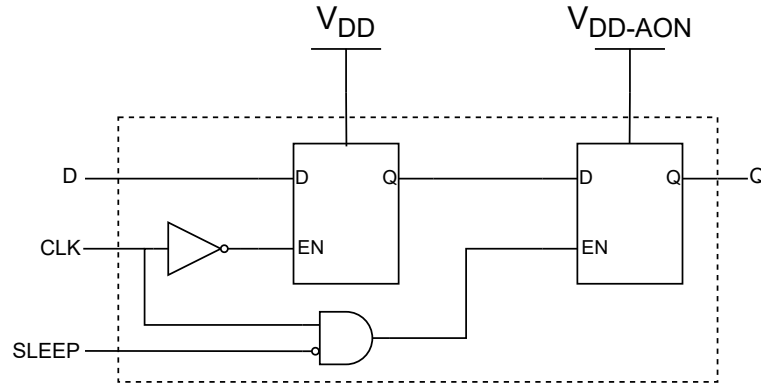
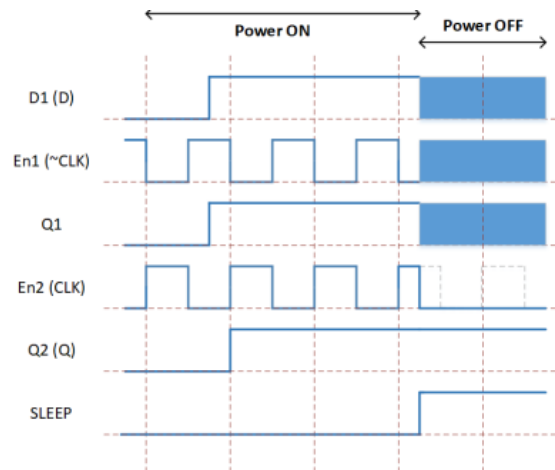

Figura 34: Retention flop
Figura 35: Esquema de señales del retention flop
**Retention cell** Si en nuestro esquema uno de los dominios de tensión se apaga, quizás necesitamos retener parte de esa información. Entonces, además de los power switches, tenemos que tener FF-D con alimentación secundaria/siempre encendida. Los mismos son conocidos como state-retention cells, su esquema se ve en la Figura 34 y su diagrama de tiempos en la Figura 35.